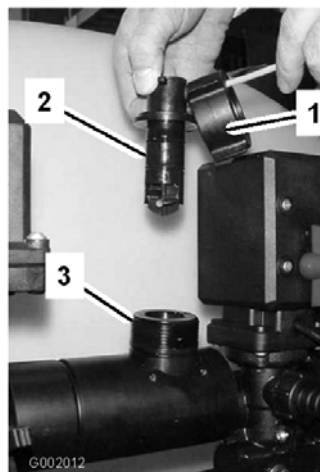

Figure 71
- Retirez le capuchon de retenue du corps du débitmètre (Figure 71).